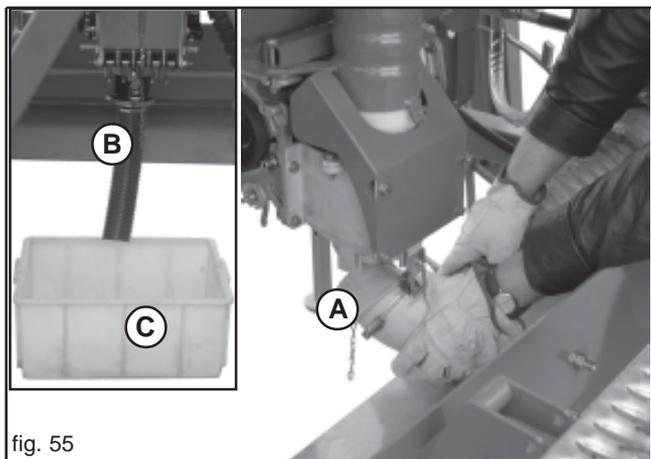

fig. 55
- Den Bogen unter dem Einspritzerkanal entfernen (A, Fig. 55), durch Loesen des Schnellverschlusses ab.
- Das beige stellte Sammelrohr (B, Abb. 55) in der gleichen Position anbringen, mit dem Schnellverschluss, am anderen Rohrende einen Sammelbehälter aufstellen (C, Fig. 55).